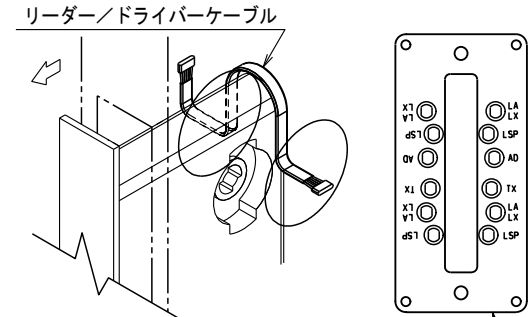

図2)
- 2、付属のリーダー/ドライバーケーブルをシリンダー/サムターンの切欠き穴に通します。ケーブルは図2の様に錠前をかわして通してください。うまくケーブルが通らない時は、錠前を扉から一度外して通します。